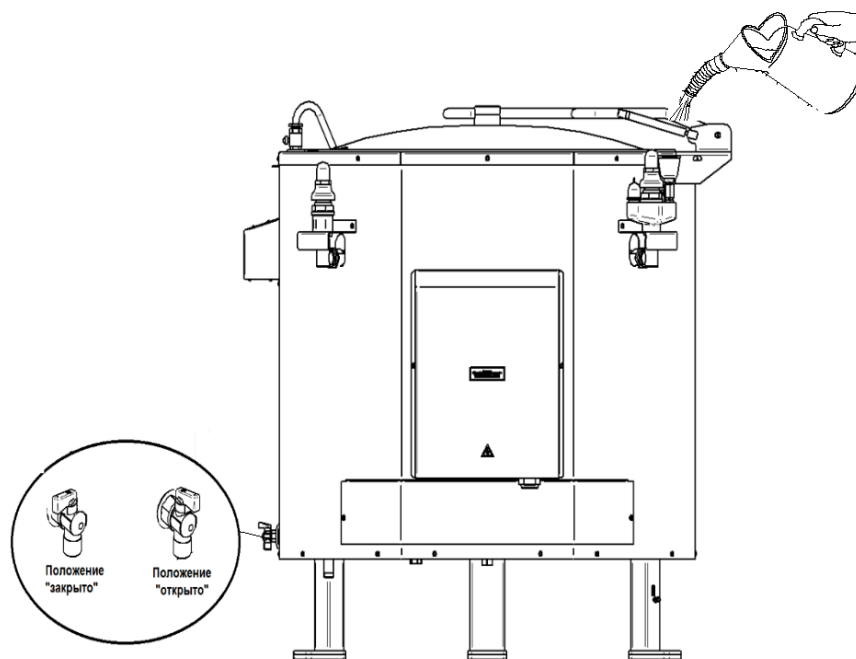

Рисунок 3 Залив воды в «рубашку»
- установить кран контроля уровня воды в положение «открыто» (см. рис. 3);
- используя ковш или другую емкость для воды, через заливную воронку залить воду в «рубашку» котла через заливную воронку (см. рис. 3).
- установить переключатель режима котла в положение «2» (рис. 1, рис. 2 и рис.3 поз. 11);